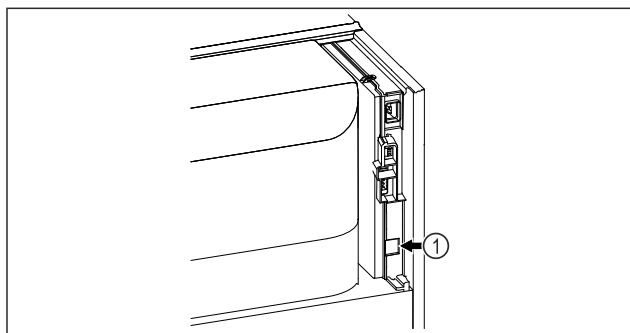

Fig. 128
- ☐ SmartModule Fig. 128 (1) è inserito.